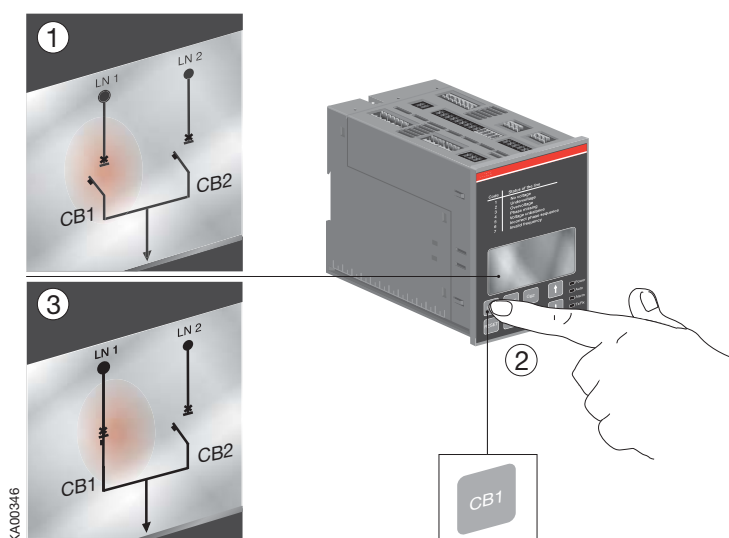

Рисунок 4.2 Выбор рабочей линии, состояние автоматического выключателя и выбранная линия отображаются на дисплее ATS022
- b. При нажатии на кнопку СВ1 (смотри Рисунок 4.2/②), автоматический выключатель АВ1 переходит в положение ON (состояние и индикацию линии, смотри на Рисунке 4.2/③), а автоматический выключатель АВ2 будет в положении OFF. Если АВ1 уже в состоянии ON, нажатие на кнопку СВ1 размыкает автоматический выключатель.